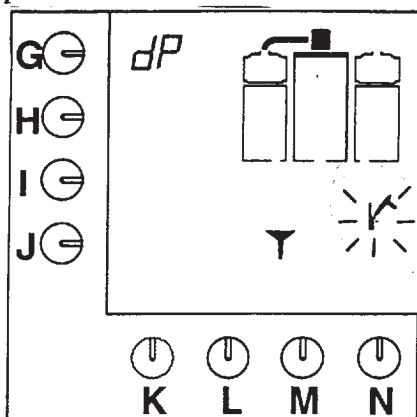

Рис.16 Система приготовления отвечает за очистительный процесс.
- звуковой сигнал, символ мигающего курка и труба появятся на дисплее рис.16.